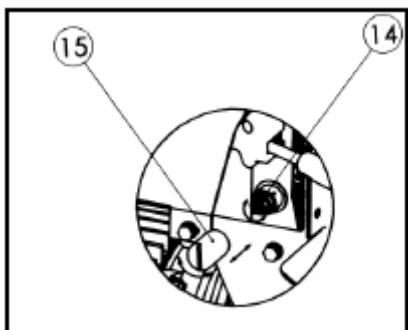

Fig. 17
**N'AJUSTEZ PAS LA VIS DE LIMITATION DE LA PRESSION MAXIMALE (14) FIG. 17!**
Une réinitialisation non autorisée fera que la pompe hydraulique n'arrivera pas à générer suffisamment de pression pour fendre les bûches ou RÉSULTERA EN DOMMAGES CORPORELS GRAVES AINSI QU'EN DOMMAGES MATÉRIELS. La vis de limitation de la pression maximale est protégée par un capuchon plastique (15) comme indiqué à la Fig. 17, et ne doit jamais être desserrée ni ajustée.